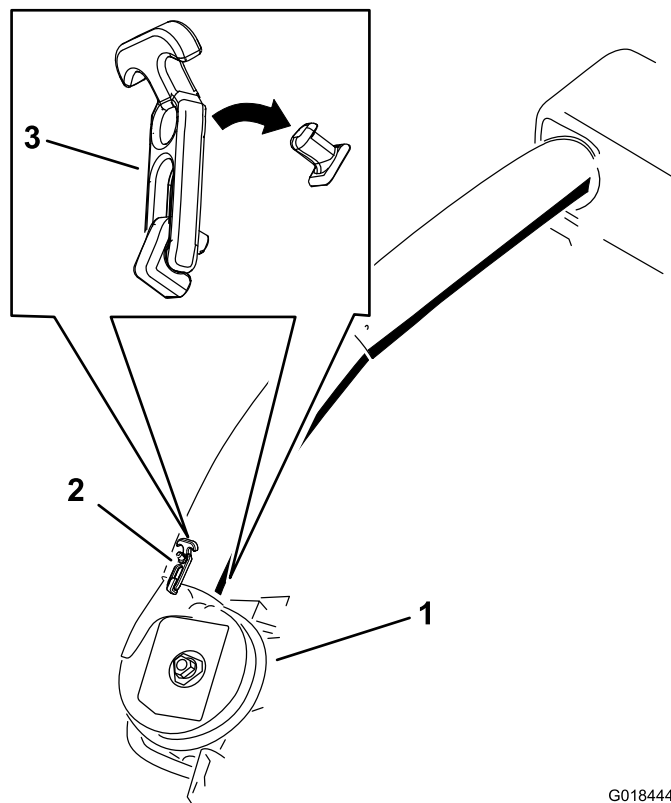

Figura 29
- Utilizați ambele elemente de fixare pentru a atașa tubul inferior la ansamblul suflantei (Figura 29).
21. Utilizați ambele elemente de fixare pentru a atașa tubul inferior la ansamblul suflantei (Figura 29).